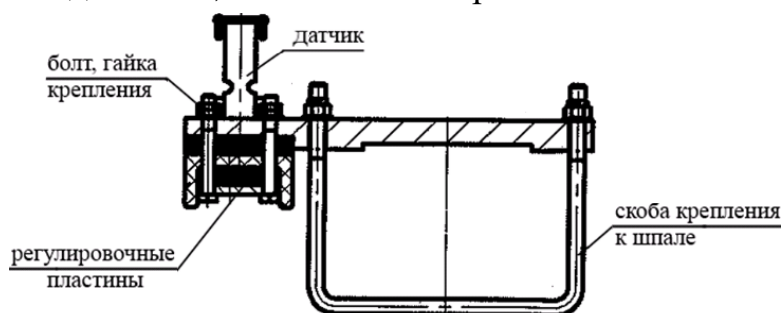

Рис.6. Крепление балки к шпале
Для профиля (балки), закрепленного на шпале (рис.6):
Для профиля (балки), закрепляемого на шпале (рис.6):
- при необходимости произвести регулировку в продольной плоскости (при ослабленных гайках скобы крепления к шпале (рис.6));